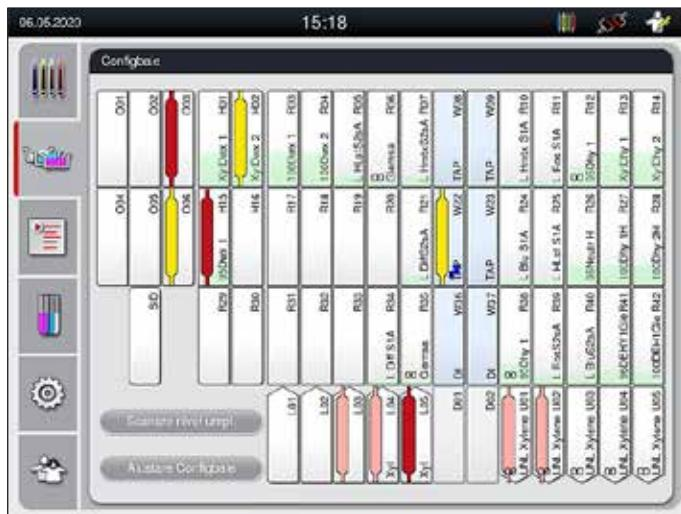

Fig. 85
8. Culoarea detectată a cadrului și prescurtarea atribuită programului vor fi afișate în configurația de ocupare a băii la stația respectivă (→ "Fig. 85").
- Configbaie cu detalii stație (→ "Fig. 85").
- În afișarea stării procesului, disponibilitatea și numărul selectat de stații de descărcare diferite nu sunt vizibile pentru utilizator. Se recomandă utilizarea meniului Configbaie pentru monitorizarea procesului (→ "Fig. 85") atunci când se utilizează reactivi în stațiile de descărcare, pentru a putea reacționa din timp atunci când capacitatea de descărcare este atinsă.